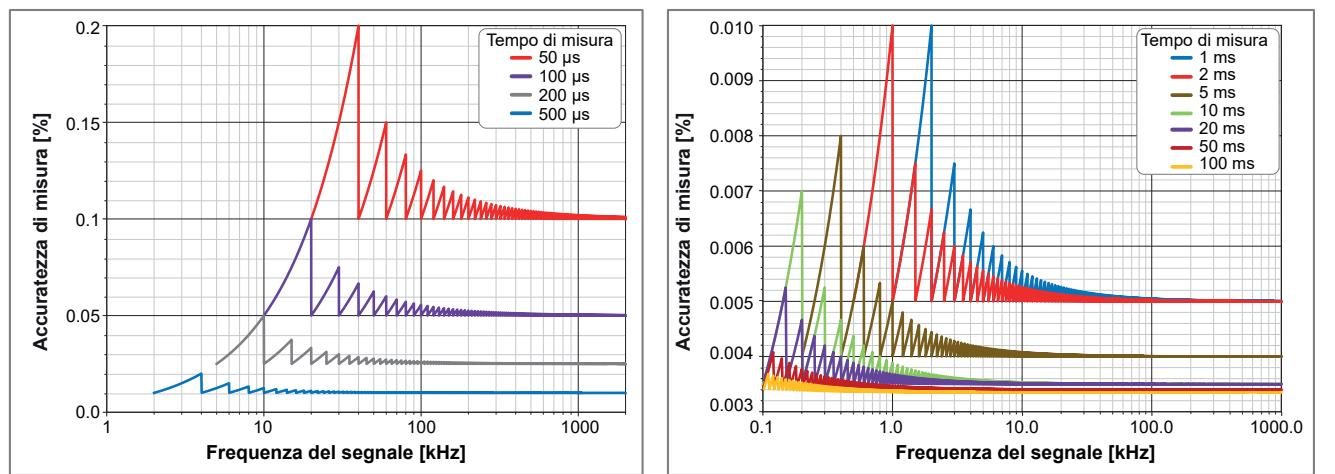
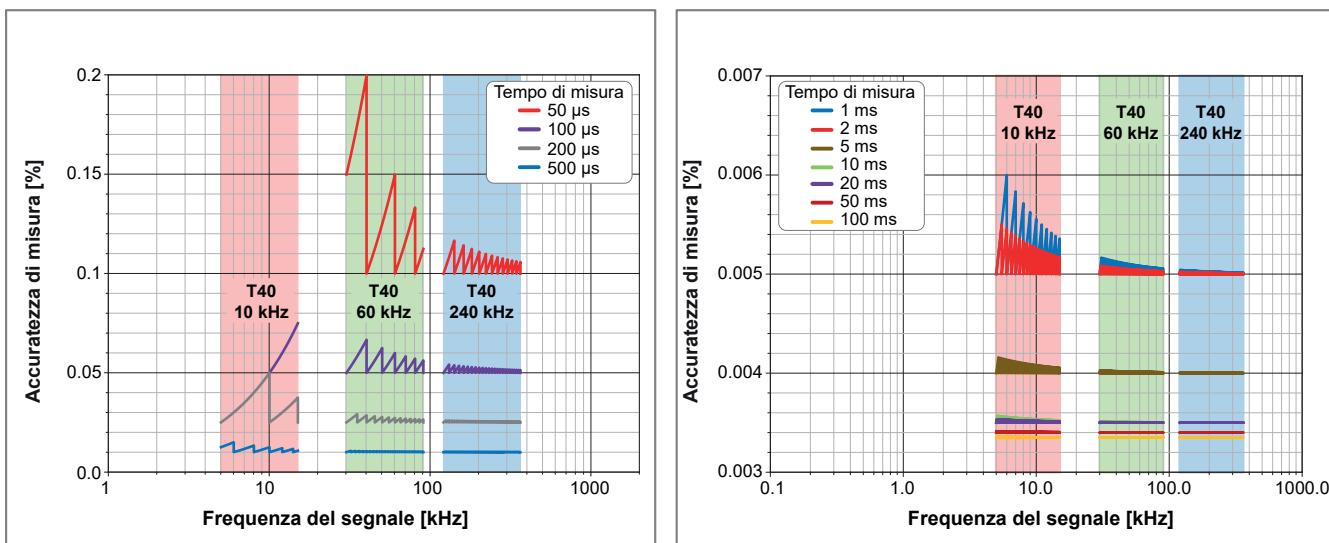
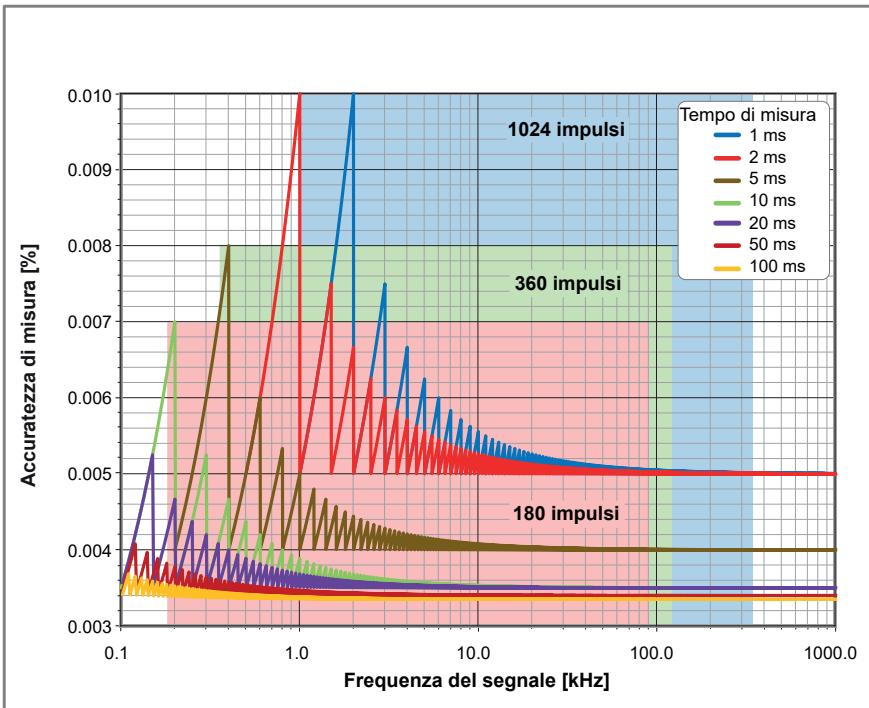

Figura 26: Incertezza di misura massima della frequenza
Figura 27: Campo operativo coppia rispetto all'incertezza di misura e al tempo di misura
Figura 28: Campo operativo trasduttore numero di giri rispetto all'incertezza di misura e al tempo di misura
- (1) Nota: Mantenere il prescaler della frequenza il più piccolo possibile per il campo di frequenze selezionato per ottenere la migliore accuratezza di misura.
- (2) La frequenza del segnale dello scenario del caso peggiore è leggermente inferiore al valore visualizzato, coerentemente con lo schema a dente di sega osservato nella Figura 26.
La sovrapposizione di questi campi operativi sui grafici dell'incertezza di misura del timer della Figura 26 si traduce nella Figura 27 (vedi in basso).
La sovrapposizione di questi campi operativi sui grafici dell'incertezza di misura del timer della Figura 26 si traduce nella Figura 28 (vedi in basso).